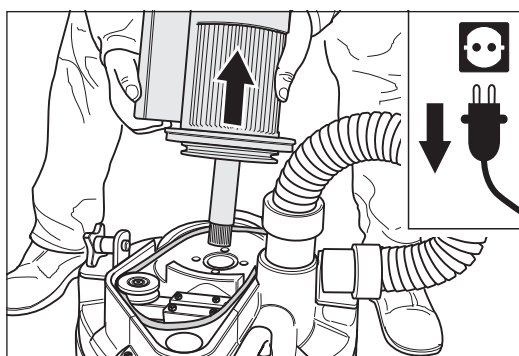

Fig. 48 Quite el motor verticalmente de la carcasa de la máquina y después la correa trapezoidal.
- 12 Afloje los cuatro tornillos para sujetar el motor en la carcasa de la máquina y levante el motor verticalmente (Fig. 48).